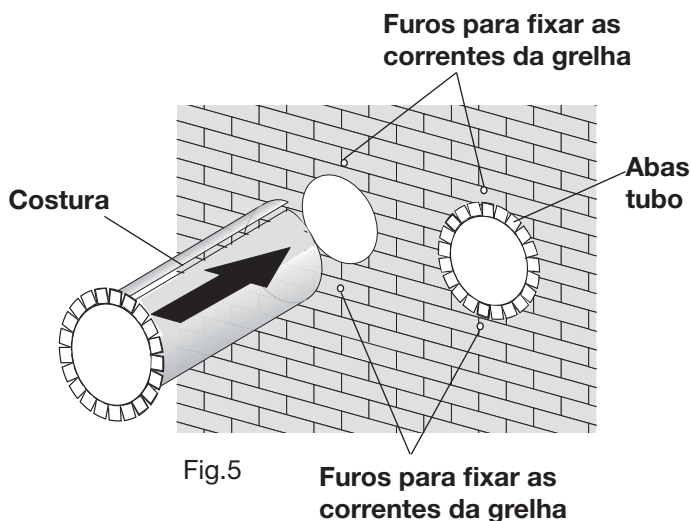
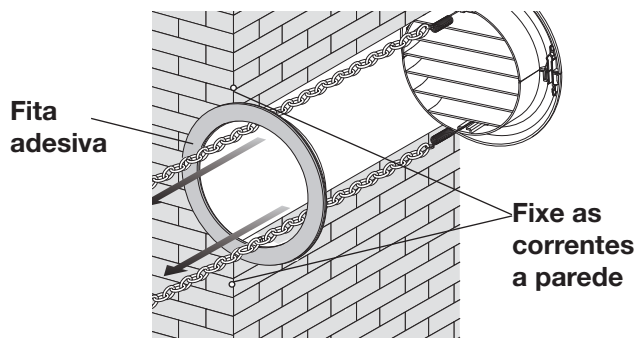

Fig.5
Fig. 7
- Introduza os tubos de plástico obtidos nos dois furos, prestando atenção na costura (Fig. 5), que deve estar sempre voltada para cima.
- Aplique a fita adesiva (Fig. 7) acima das abas do tubo na parede. (Fig. 5)
- Puxe a corrente, apertando a mola e fixe os anéis da corrente nos orifícios da parede (fig. 5 - 7) usando os parafusos com a arruela fornecida.